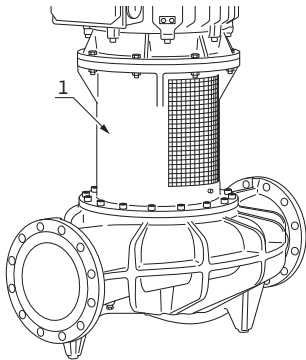

Fig. 36: Disposition de la plaque signalétique de la pompe
La Fig. 36, pos. 1 montre l'emplacement de la plaque signalétique de la pompe.